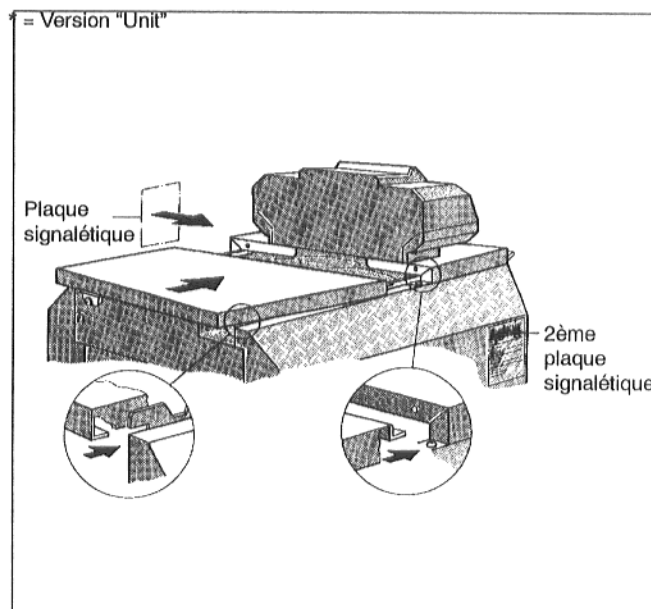

Fig. 27
- Poser le capot supérieure arrière de la chaudière sur le haut des panneaux latéraux droit et gauche et faire glisser la cornière vers le haut sous le capot avant de la chaudière (Fig. 27).
- Faire glisser la cornière arrière, à droite et à gauche, dans les fentes du panneau latéral (Fig. 27).
- Selon les exigences locales, coller la deuxième plaque signalétique sur le panneau latéral droite ou gauche (Fig. 27).